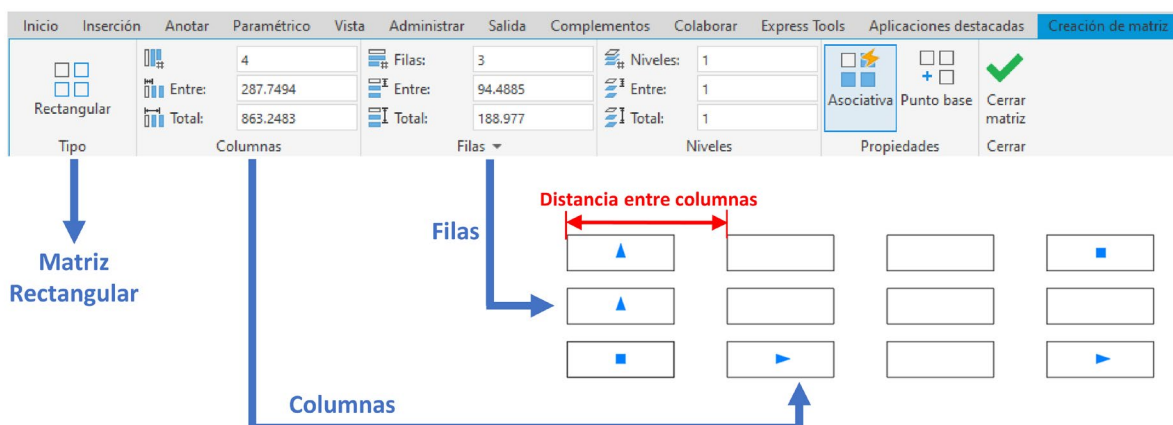

Figura 4.5. Matriz rectangular.
- **Matriz rectangular:** repite objetos en filas y columnas (Figura 4.5):